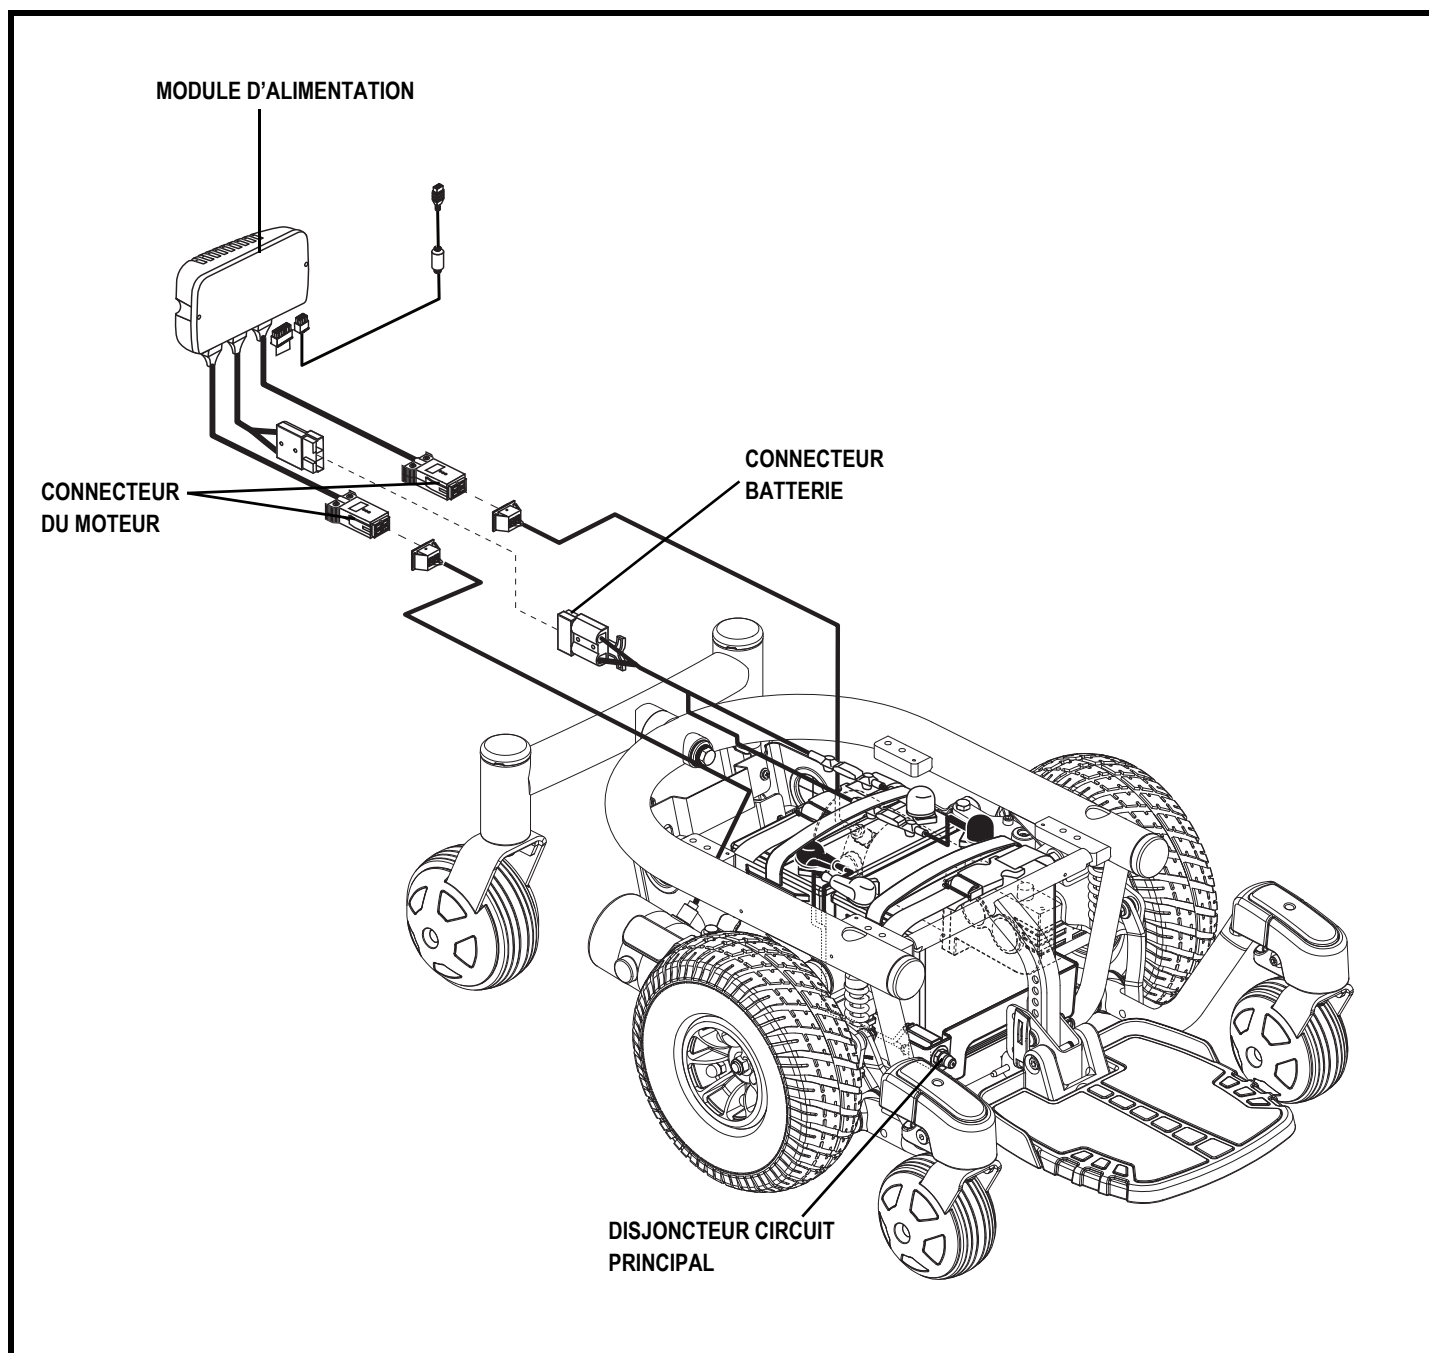

Figure 3. Composantes électroniques du Quantum 610 Serie
Les composantes électroniques sont situées soit à l'intérieur de la base motorice. Le disjoncteur du circuit principal est situé sur le devant de le plateau à batteries. Les connecteurs du contrôleur sont aussi placées à l'intérieur de le base motrice. **Voir la figure 3.**
6. Branchez le/les connecteur du contrôleur dans la base motorisée. **Voir la figure 3.**
3. Débranchez le/les connecteur(s) du contrôleur de la base motorisée. **Voir la figure 3.**